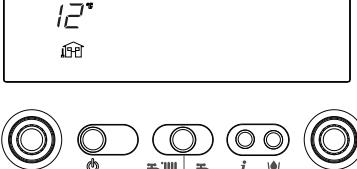

Fig. 30
**Info 1** solo con sonda exterior conectada, visualiza la temperatura exterior (ejemplo 12 °C) (fig. 30). Los valores visualizados por el visor digital están incluidos entre - 40 °C y 40 °C. Además de estos valores el visor digital visualiza ""